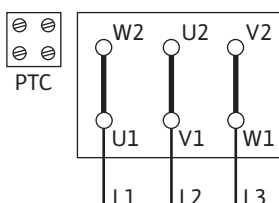

Fig. 12: Δ-veza
- Mrežni priključak na priključnoj ploči zavisi od snage motora P2, mrežnog napona i vrste uključivanja. Potreban način povezivanja veznih mostova u priključnoj kutiji nalazi se u sledećoj tabeli i na Fig. 12, 13 i 14.